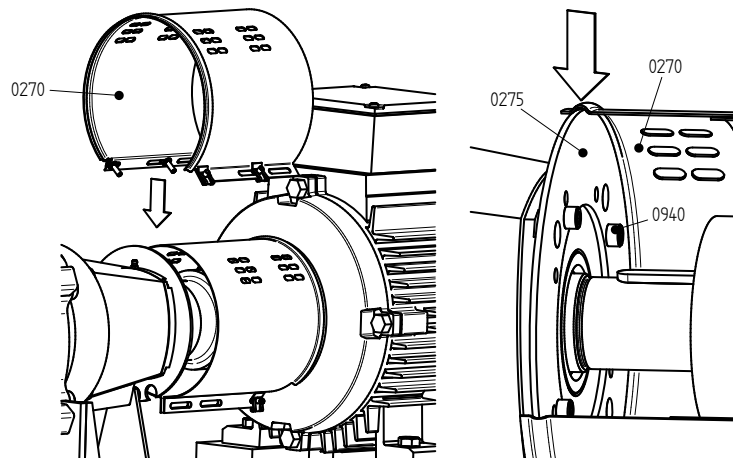

Abbildung 10: Montieren des Mantels auf der Pumpenseite.
- 1 Die Schrauben (0940) lösen und die Montageplatte (0275) vom Lagerträger (2100) entfernen. Siehe Abbildung 10.
- 3 Die Montageplatte (0275) mit Schrauben (0960) gegen die Lagerträger (2100) montieren. Siehe Abbildung 10.